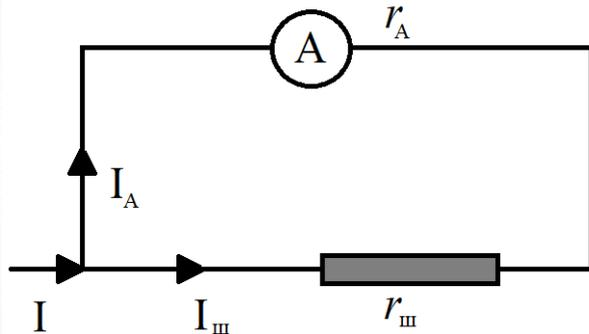

Рисунок 2.1
**Шунт** – это малое сопротивление  $r_{ш}$ , включенное в цепь параллельно сопротивлению амперметра, вследствие чего на амперметр ответвляется только малая часть из полного тока, текущего по магистральному проводу (рисунок 2.1).